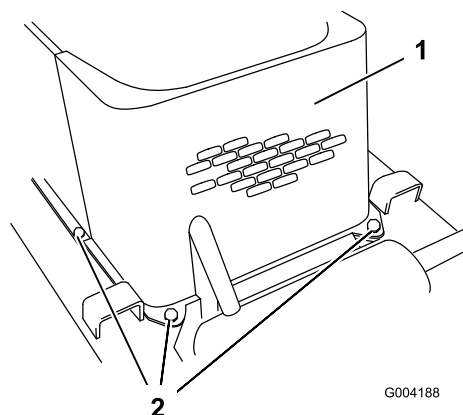

Figura 27
5. Rimuovete i 4 bulloni che fissano la griglia anteriore al telaio della trattoria (Figura 27).